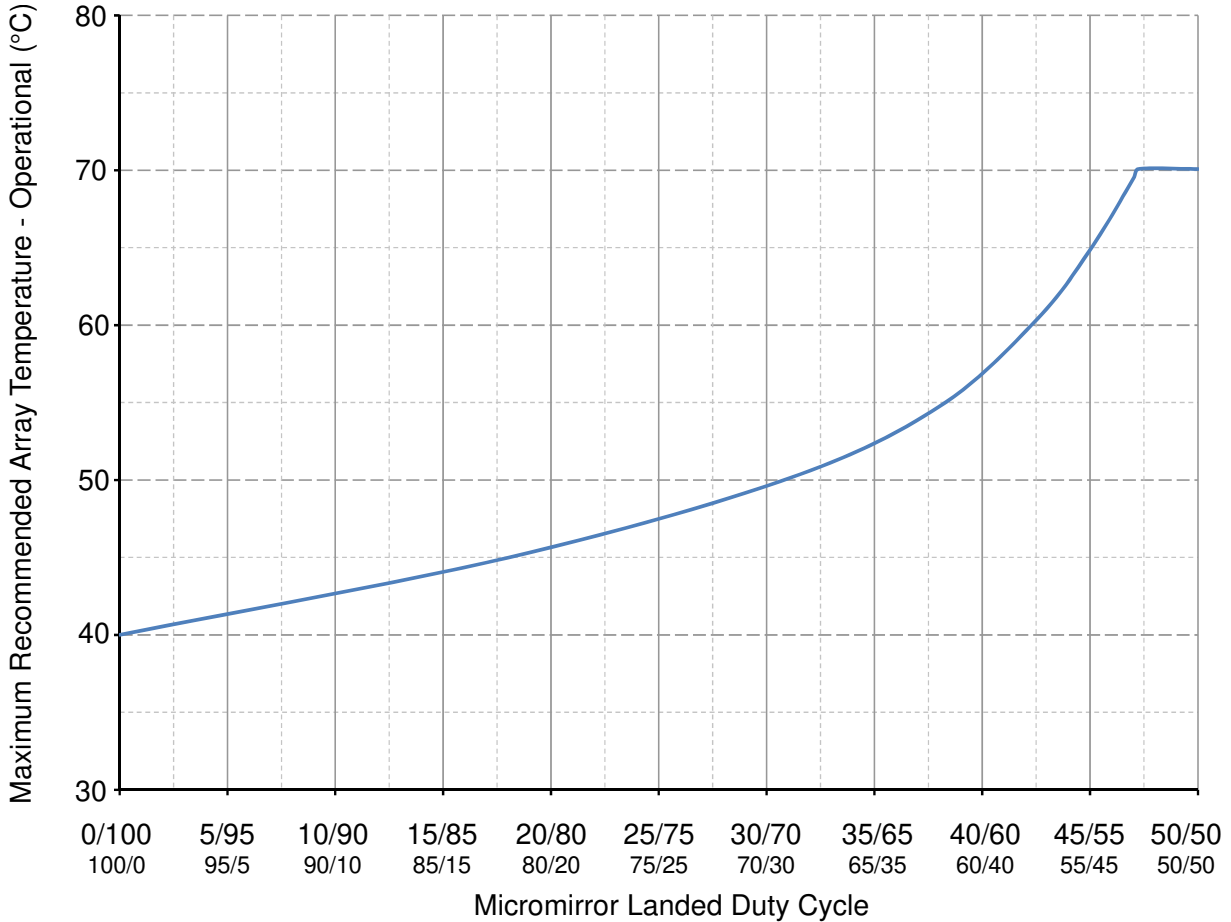

图 6-1. 建议的最高 DMD 温度 - 降额曲线
- (13) 长期定义为使用寿命期间的平均值。
- (14) 根据图 6-1，最大工作阵列温度应根据 DMD 在最终应用中经历的微镜着陆占空比进行降额。请参阅节 7.7。
- (15) 短期是器件使用寿命期间的总累积时间。